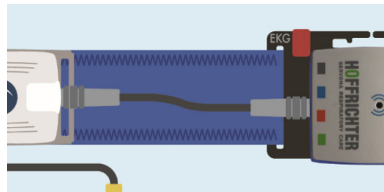

Abbildung 28: DIB verbunden mit BluNet PG
8. Verbinden Sie das DIB-Modul mit dem dreipoligen BluNet PG-Eingang, Abbildung 28, mit dem Kabel Art.-Nr. 00020282. Positionieren Sie DIB und BluNet PG in unmittelbarer Nähe: Wenn diese nicht nahe genug auf dem Gurt positioniert sind, kann das Kabel während der Nacht herausgezogen und abgeklippt werden.